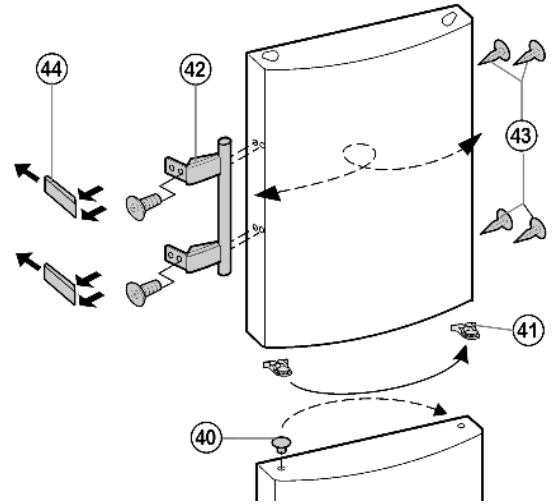

Fig. 9
- ▶ Выведите из фиксатора верхней дверцы пружинный зажим Fig. 9 (41) и переставьте его на новую сторону шарнира.
- ▶ Извлеките пробку Fig. 9 (40) из опорной втулки дверцы и переставьте.
- ▶ Снимите и переставьте на противоположную сторону дверную ручку Fig. 9 (42), пробку Fig. 9 (43) и прижимные пластины Fig. 9 (44).